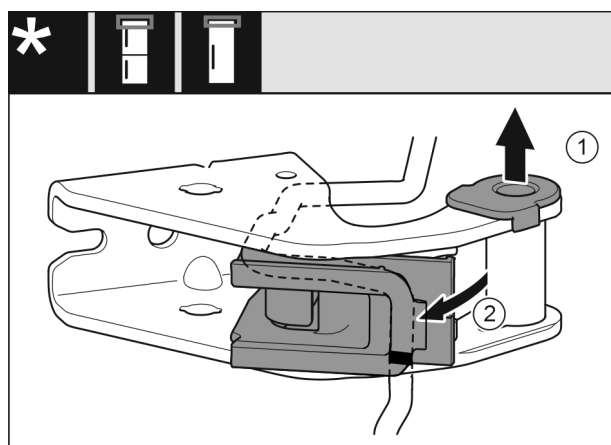

Fig. 26
- Extraer el casquillo de apoyo de la guía. Fig. 26 (1)
- Girar hacia fuera el soporte del cable. Fig. 26 (2)